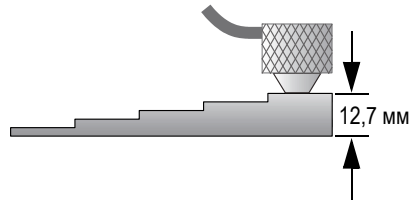

Рис. 5-4 Калибровка скорости звука на толстой части 5-ступенчатого образца
- b) Установите преобразователь на толстый образец, умеренно либо сильно прижимая его (см. Рис. 5-4 на стр. 68).